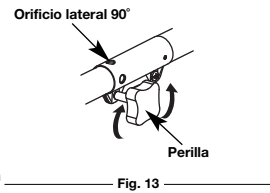

Fig. 13
**ADVERTENCIA:** Evite los arranques accidentales. Colóquese en posición de inicio cuando tire de la cuerda de arranque (Fig. 13). El operador y la unidad deben estar en una posición estable al arrancar la unidad para evitar graves lesiones personales.
1. Gire la perilla en sentido antihorario para aflojarla (Fig. 13).
3. Gire la perilla en sentido horario para ajustarla (Fig. 13).
Para recortar bordes mientras usa el accesorio de corte de cabeza de línea con modelos EZ-Link™, trabe el botón de desconexión en el orificio lateral de 90° (Fig. 13).